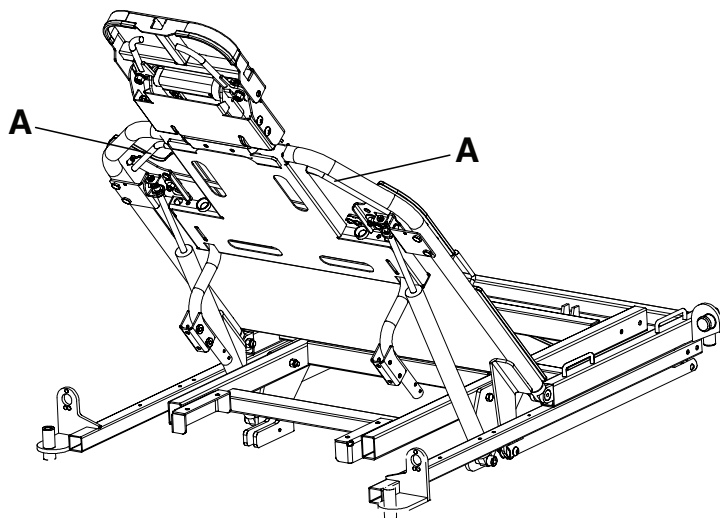

Figura 5 – Secção da cabeceira de Fowler
Para elevar ou baixar a cabeceira de Fowler, pressione a pega de libertação vermelha (A) em direção à estrutura de cabeceira de Fowler. Empurre a cabeceira de Fowler para baixo até à posição desejada (entre 0° e 90°) (Figura 5).